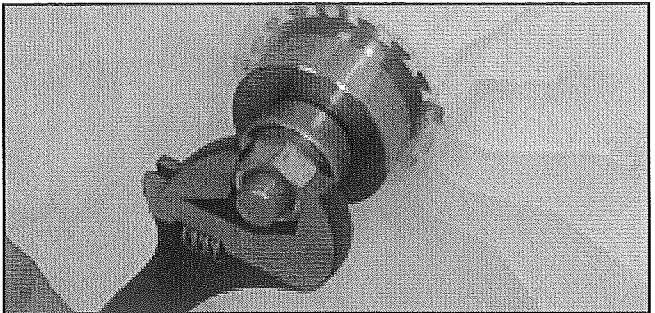

FIGURE 14
21. Serrer l'écrou de la presse inférieure jusqu'à ce que les roulements arrivent au fond. Desserrer ensuite l'écrou de la presse inférieure et le retirer. Voir *Figure 14*.